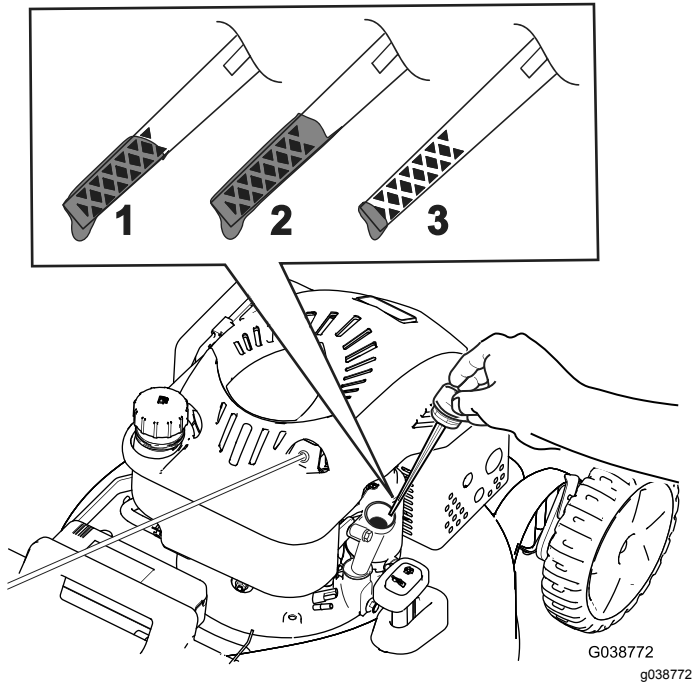

Bild 11
- Wenn der Ölstand am Peilstab zu hoch ist (Bild 11), lassen Sie Öl ab, bis der Ölstand am Peilstab richtig ist, siehe Wechseln des Motoröls \(Seite 18\).
2. Entfernen Sie den Peilstab, indem Sie den Deckel nach links drehen und herausziehen (Bild 11).
5. Lesen Sie den Ölstand am Peilstab ab. (Bild 11)
- Wenn der Ölstand am Peilstab zu niedrig ist (Bild 11), füllen Sie langsam etwas waschaktives Öl (SAE 30 oder SAE 10W-30)